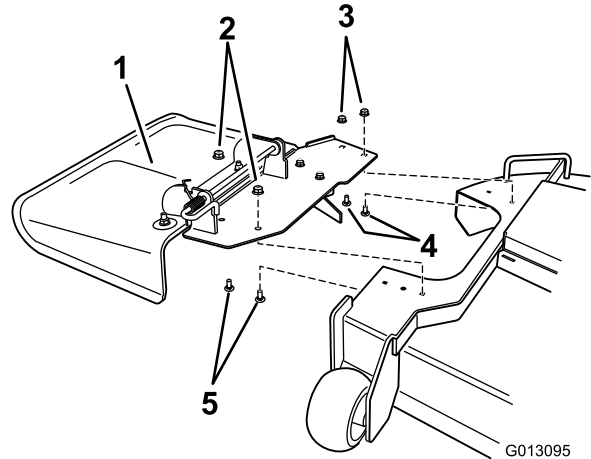

Figure 9
1. Retirez les fixations qui retiennent le déflecteur sur le plateau de coupe (Figure 9).